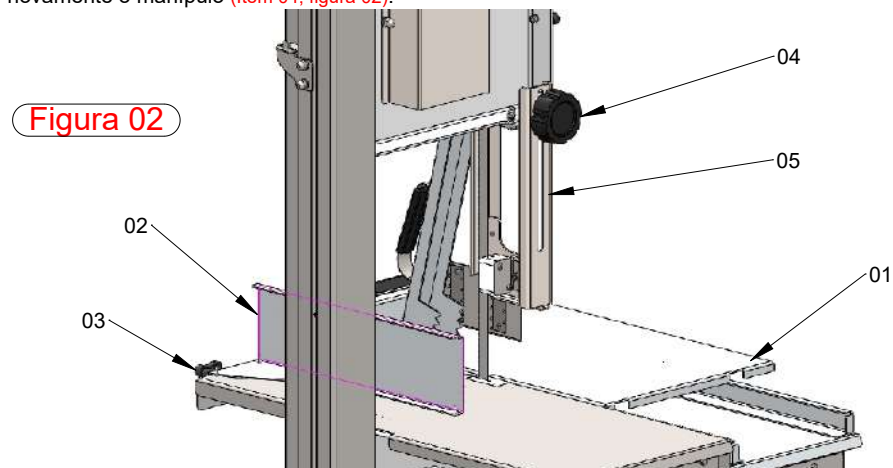

Figura 02
2.2.1 Coloque o produto a ser serrado sobre a mesa móvel (Item 01, figura 02).
2.2.2 Regule a espessura de corte movendo o limitador de espessura (Item 02, figura 02), para isso solte o manípulo (Item 03, figura 02). Aperte o manípulo (Item 03, figura 02) quando o limitador estiver na espessura desejada.
2.2.3 Solte o manípulo (Item 04, figura 02) para regular a altura do guia de serra (Item 05, figura 02), aperte novamente o manípulo (Item 04, figura 02).